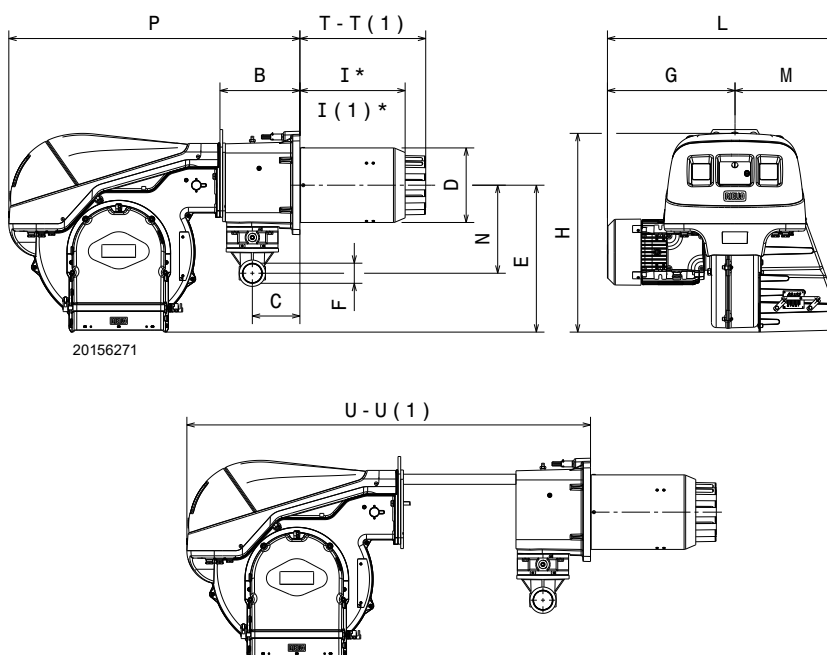

Fig. 1
Dimensiunile arzătorului sunt menționate în Fig. 1.
* Grosimea maximă a ușii centralei se referă la dimensiunea „I” (Fig. 1 la pag. 9).